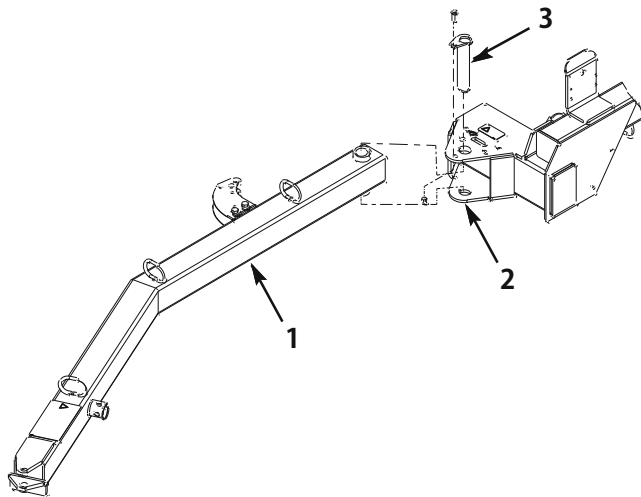

図2
1. ヒッチ・トングの後端部をスイーパの取り付けプレートの中に入れ、取り付け穴を整列させる (図2)。
2. ヒッチ・ピン (図2) を使って、ヒッチ・トングを取り付けプレートに固定する。
3. 3/8-16 x 1-1/4" キャップスクリューと 3/8-16 ロックナットで、ヒッチ・ピンを取り付けプレートに固定する (図2)。